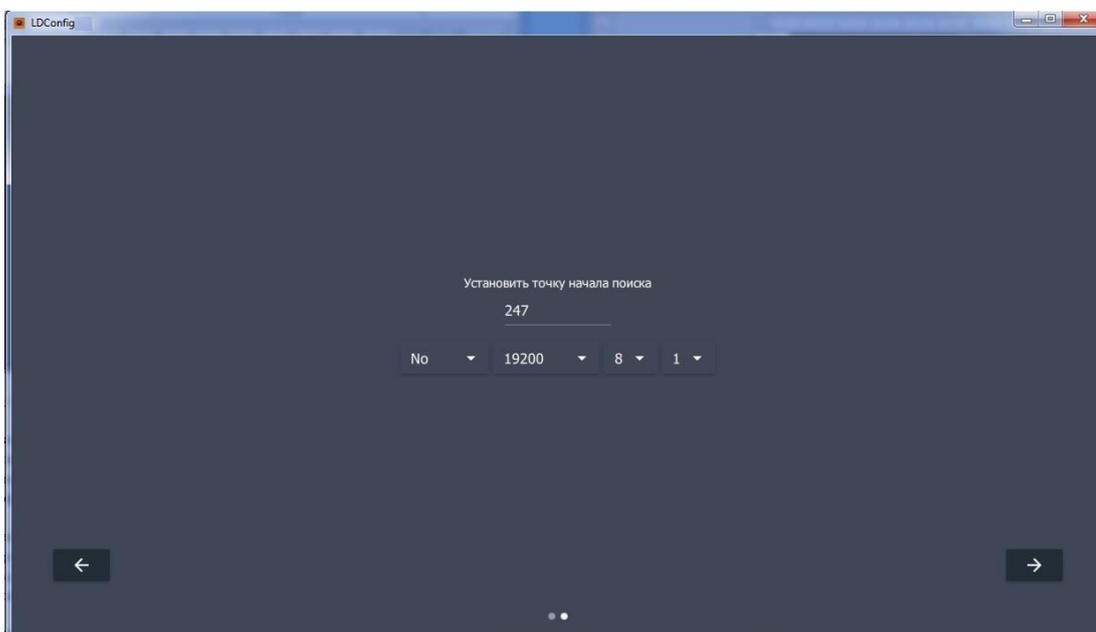

Рисунок 7.
- в соответствующих колонках выберите нужные значения ЧЕТНОСТИ, СКОРОСТИ, БИТЫ ДАННЫХ, СТОП БИТЫ, нажмите ПРОДОЛЖИТЬ «→» (Рис. 7);